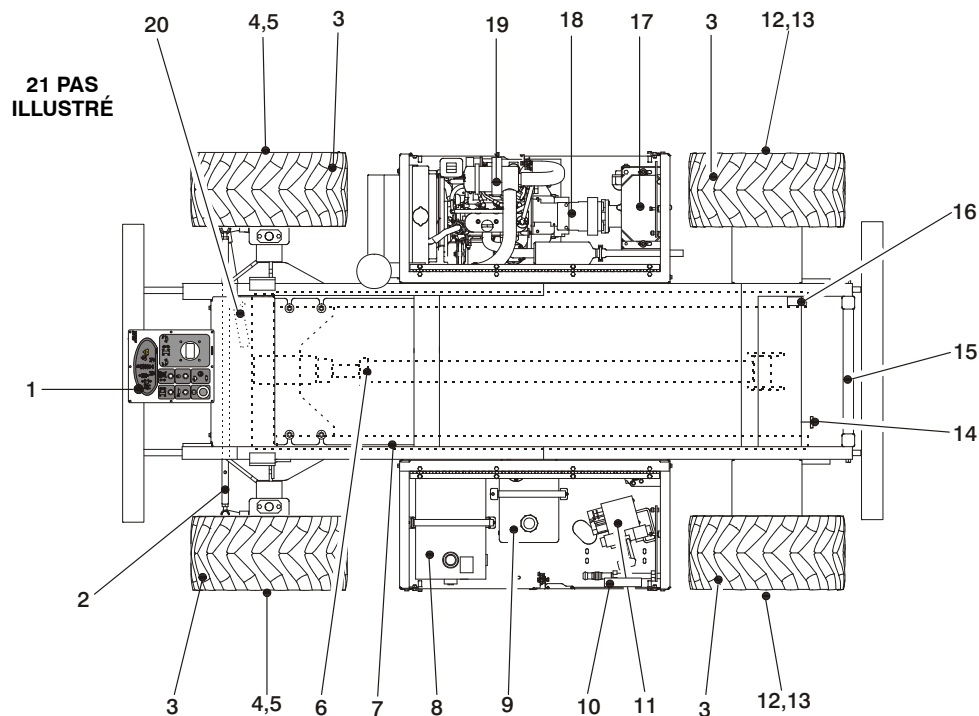

Figure 2-1. Schéma de ronde d'inspection
5. **Ronde d'inspection** – Voir la figure 2-1.